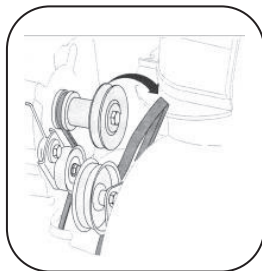

Рис.3
- Скрутите ремень шнека со шкива двигателя (Рис.3).
3. Скрутите ремень шнека со шкива двигателя (Рис.3).